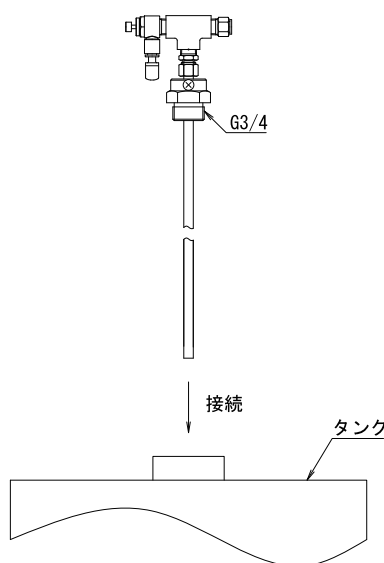

Fig.3.6
- 2) 検知管の「アダプタ（ネジ：G3/4 オス）」を、タンクの接続口に確実に固定してください。(Fig.3.6)